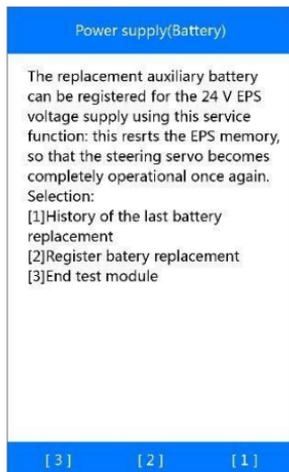

Figure 5-65 Batterie auxiliaire - fonctions
- 1) Appuyez sur la fonction **[2]** pour enregistrer la substitution de la batterie (*Figure 5-65*).